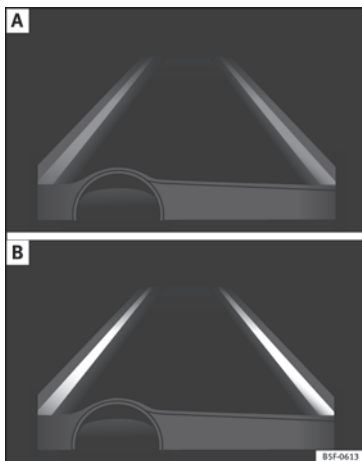

Fig. 205 Kombiinstrumentets display: vognbaneassistentens displayvisning (eksempel 1)
- System aktivt, men ikke tilgængeligt, da minimumshastigheden ikke er nået, eller systemet ikke kan genkende vognbanelinjerne » **Fig. 205 A**.
- System aktivt og tilgængeligt, begge vognbanelinjer registreret. I øjeblikket bliver kørselsretningen ikke korrigeret » **Fig. 205 B**.